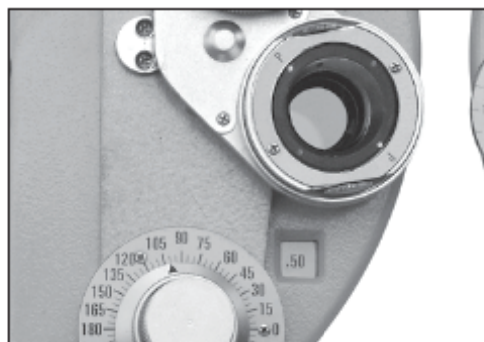

Figure 39
(7) Tournez à nouveau l'objectif pour faire une comparaison. Si le graphique illustré à la Fig.39 est le plus clair, la puissance dioptrique doit être diminuée de 0.25D car le point blanc est positionné en P. Si le point rouge est positionné en P, cela signifie que la puissance dioptrique est augmentée de 0.25D, donc au total 0.5D est ajouté.
le réglage de la Fig.39 est le plus clair, la puissance modifiée correcte doit être comprise entre 0.25D et 0.5D. Par conséquent, la puissance précise devrait être de -0.62D.